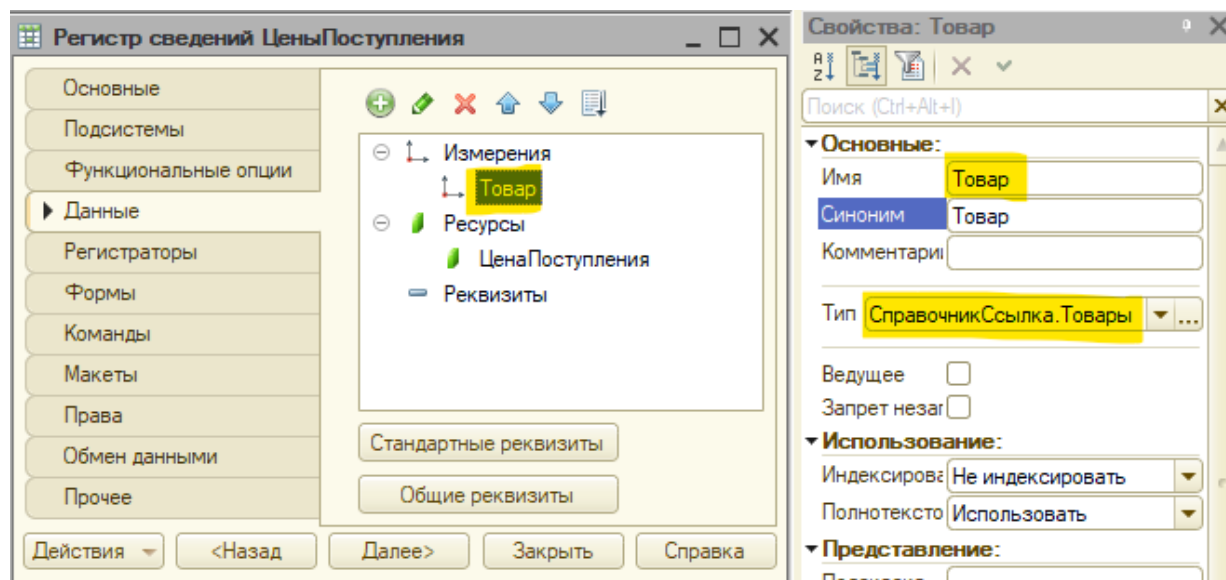

Рис. 3.11. Создание измерения регистра «Цены поступления»
5. После установки всех указанных параметров перейдем на вкладку Данные и создадим необходимые поля регистра (рис. 3.11 – 3.12):